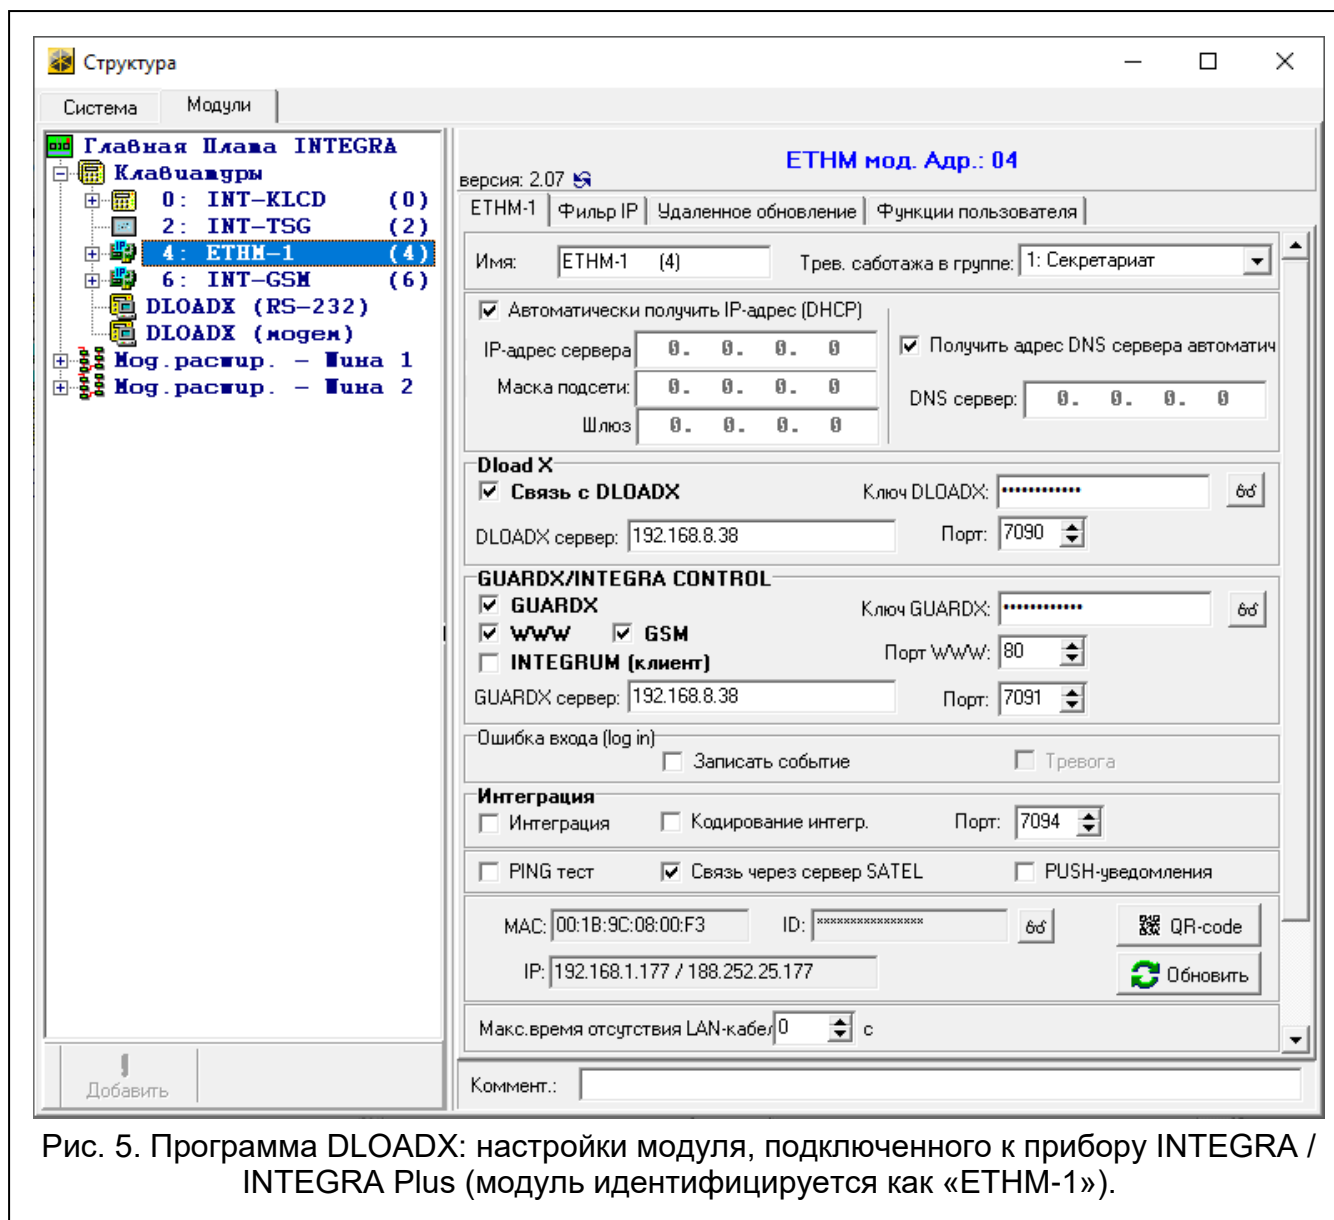

Рис. 5. Программа DLOADX: настройки модуля, подключенного к прибору INTEGRA / INTEGRA Plus (модуль идентифицируется как «ETHM-1»).
- с помощью программы **DLOADX**: внизу параметров и опций модуля (рис. 5 и 6).